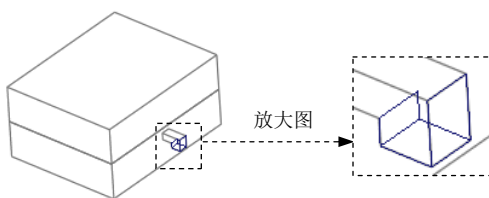
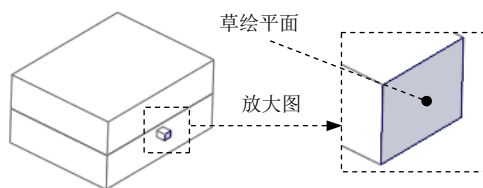
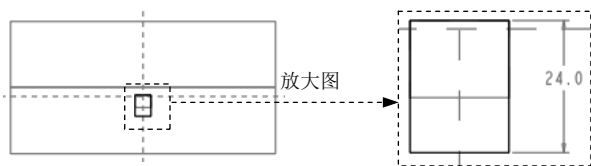

图 27.29 实体拉伸特征 2
图 27.30 定义草绘平面
图 27.31 截面草图
Step6. 创建图 27.29 所示的实体拉伸特征 2。单击 **模具** 操控板 **形状** ▾ 区域中的 **拉伸** 按钮，此时系统弹出“拉伸”操控板；在出现的操控板中，确认“实体”类型按钮 被按下；右击，从系统弹出的菜单中选择 **定义内部草绘...** 命令，选取图 27.30 所示的平面为草绘平面，接受系统默认的箭头方向为草绘视图方向，然后选取 MAIN_PARTING_PLN 基准平面为参考平面，方向为 **上**。单击 **草绘** 按钮，进入草绘环境；进入截面草绘环境后，选取 MOLD_FRONT 基准平面和 MAIN_PARTING_PLN 基准平面为草绘参考，利用“投影”命令绘制图 27.31 所示的截面草图；完成截面草图的绘制后，单击“草绘”操控板中的“确定”按钮 ；在操控板中选取深度类型 ，再在深度文本框中输入深度值 20.0，并按回车键；